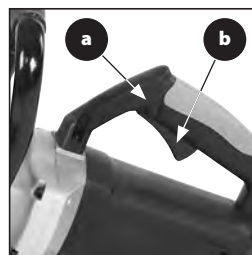

FIG. 5a & 5b
- Appuyez sur l'interrupteur de sécurité (Fig. 5a) avec votre pouce sur le côté de la poignée.